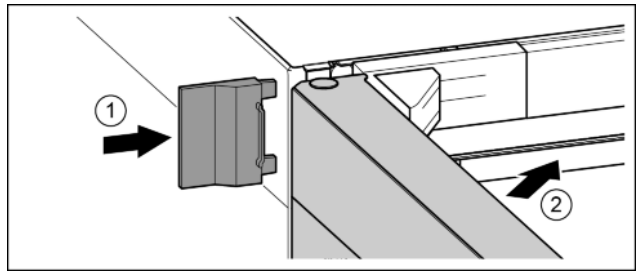

Fig. 25
- ▶ Inserire spingendo la copertura esterna. *Fig. 25 (1)*
- ▶ Chiudere la porta superiore. *Fig. 25 (2)*